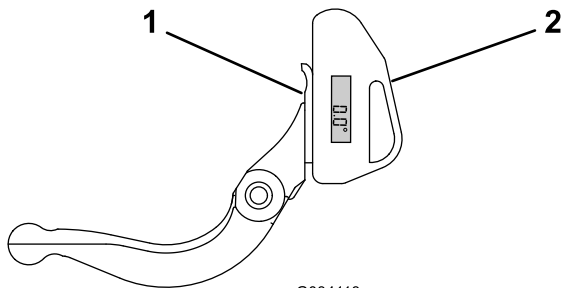

図 27
- 図 27 に示すように、ベッドナイフの裏面に傾斜計を置く。